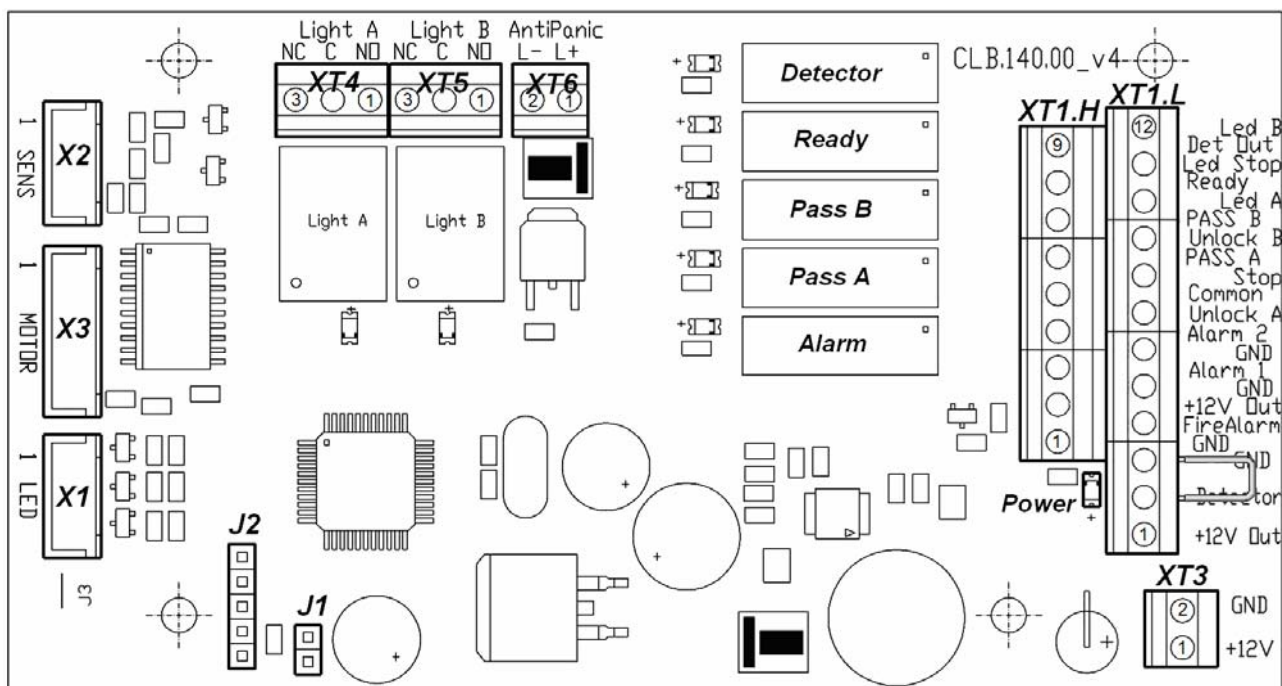

Рисунок 5. Внешний вид платы управления
ПДУ подключается к плате управления гибким многожильным кабелем (12) через клеммную колодку **XT1.L** (см. рис. 5 и 12).
Изменить ориентацию ПДУ относительно установки турникета (если по месту установки турникет обращен к оператору не лицевой, а тыльной стороной) можно, поменяв местами провода от ПДУ, подключаемые на контакты *Unlock A* и *Unlock B*, а также *Led A* и *Led B* соответственно (см. рис. 5 и 12).
Общий вид платы управления показан на рис. 5. На плате расположены:
Подключение указанных устройств производится с помощью кабеля (5) к соответствующим клеммным колодкам **XT1.L** и **XT1.H** платы управления в соответствии со схемой электрических соединений (см. рис. 5 и 12).
Обозначения установленных на плате управления клеммных колодок и назначение их контактов показаны на рис. 5.
Факт срабатывания/отпускаания реле PASS A, PASS B, Ready, Detector и Alarm можно определить по загоранию/гашению красных индикаторов, которые установлены вблизи указанных реле (см. рис. 5).
Режим управления определяется наличием перемычки на разъеме *J1* (расположение разъема *J1* показано на рис. 5 и на наклейке, расположенной на внутренней поверхности крышки с блоком индикации (2): перемычка установлена – импульсный режим управления, перемычка снята – потенциальный режим управления). При поставке перемычка установлена.
Подключение ДКЗП производится к контактам, клеммной колодке **ХТ1.L**, а сирены клеммной колодки **ХТ1.H** платы управления согласно схеме электрических соединений (см. рис. 5 и 12). ДКЗП должен иметь нормально-замкнутые контакты.
На контакты *Det Out* и *Common* клеммной колодки **XT1.H** платы управления (рис. 5) всегда транслируется сигнал о текущем состоянии ДКЗП.
Подключение устройства, подающего команду аварийного открытия прохода, производится к клеммной колодке **XT1.L** платы управления согласно схеме электрических соединений (см. рис. 5 и 12). Если вход *Fire Alarm* не используется, то необходимо установить перемычку между контактами *Fire Alarm* и *GND*. При поставке данная перемычка установлена.